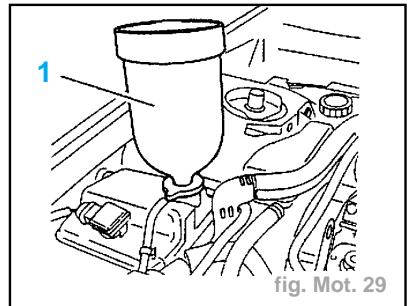

fig. Mot. 29
- Monter sur l'orifice de remplissage, le cylindre de charge (1) (fig. Mot. 29).